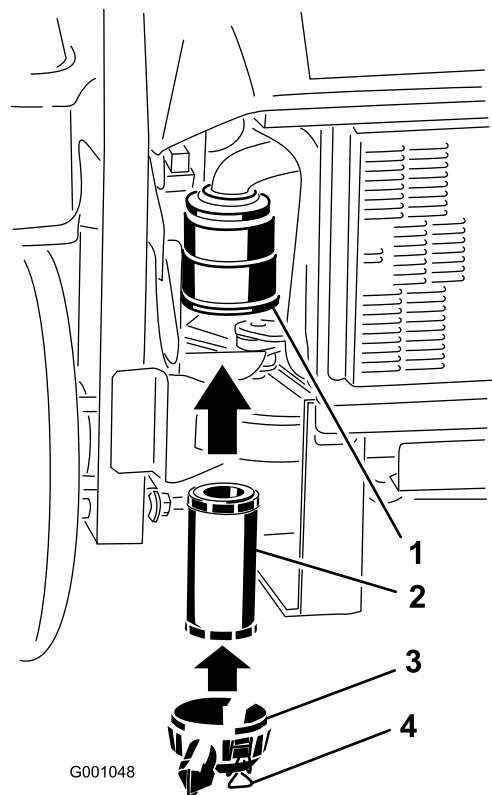

Figura 53
3. Instale la tapa del limpiador de aire y fije los cierres (Figura 53).